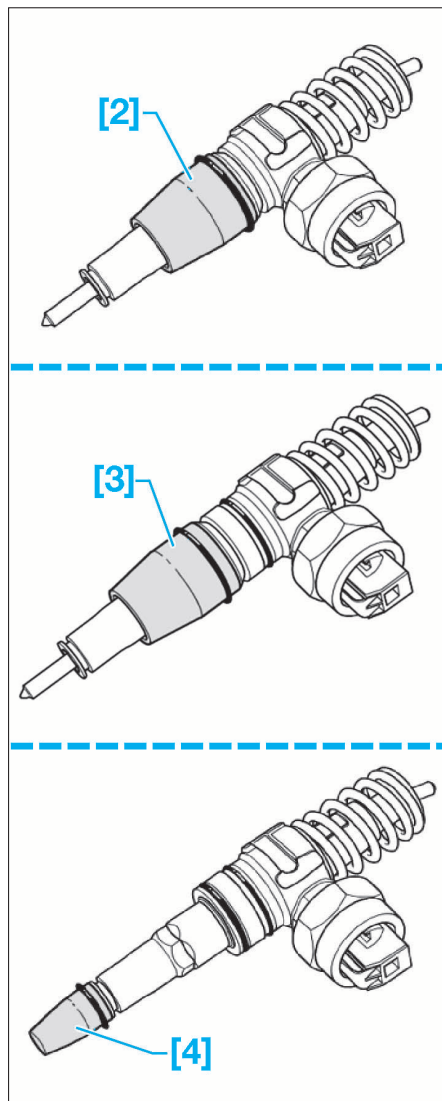

FIG. 42
- [2]. Adaptateur pour le remontage du joint supérieur d'injecteur-pompe (ref. T10056/1) (Fig.42).
- [3]. Adaptateur pour le remontage du joint central d'injecteur-pompe (ref. T10056/2) (Fig.42).
- [4]. Adaptateur pour le remontage du joint inférieur d'injecteur-pompe (ref. T10056/3) (Fig.42).
• À l'aide de douilles appropriées [2], [3] et [4], monter des joints toriques neufs et préalablement huilés sur l'injecteur-pompe, en veillant à ne pas les vriller (Fig.42).